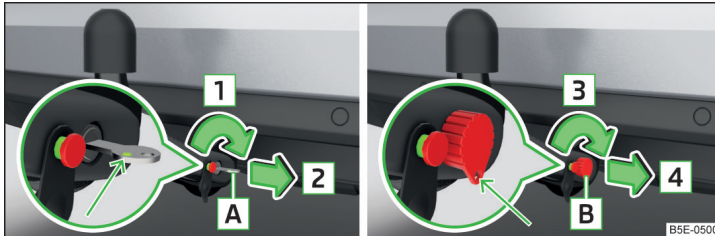

Abb. 305 Schloss verriegeln: Schlüsselvariante 1 / Schlüsselvariante 2
- Den Schlüssel **A** in Pfeilrichtung **1** drehen, sodass dessen grüne Markierung nach oben zeigt » Abb. 305.
- Den Schlüssel **B** in Pfeilrichtung **3** drehen, sodass die Schlüsselöse nach unten zeigt » Abb. 305.